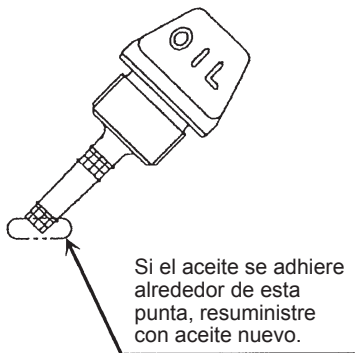
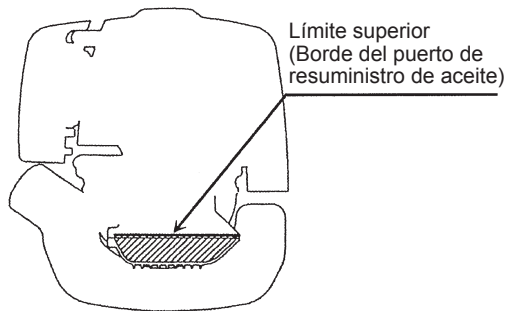

Figura 1
Figura 2
Cuando el aceite sea escaso de tal forma que sólo la punta del medidor de aceite haga contacto con el aceite, especialmente cuando el medir se encuentra insertado en el cárter sin estar atornillado (Figura 1), resuministre con aceite nuevo a través del puerto (Figura 2).
- (1) Mantenga el nivel de aceite y retire el medidor de aceite.
- (2) Llène de aceite hasta el borde del puerto de resuministro de aceite (consulte la Figura 2 en la página anterior).